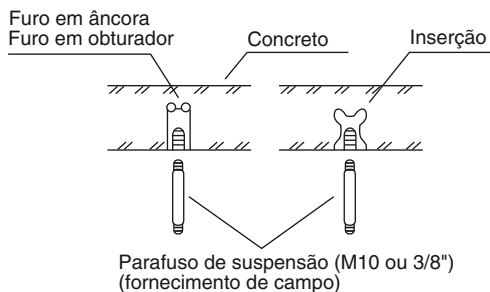

**Fig. 3-5**
- (1) Coloque o diagrama em escala completa (fornecido) no tecto, na localização onde deseja instalar a unidade interior. Utilize um lápis para marcar os furos a serem feitos (Fig. 3-5).